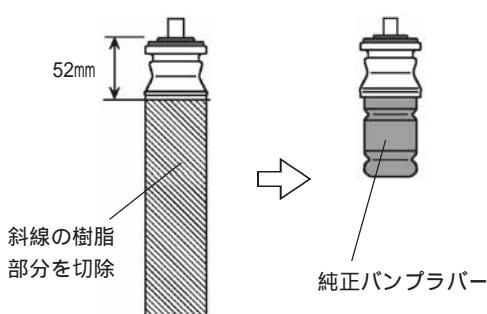

図4-1
- ・ダストブーツ部分が純正アッパーマウントと一緒にになっている場合は、図4-1を参考に樹脂部分を切除してください。
2. 純正アッパーマウントは、固定されている純正バンプラバーを取り外し、リアダンパーASSYに組付けてください。(図4-1)